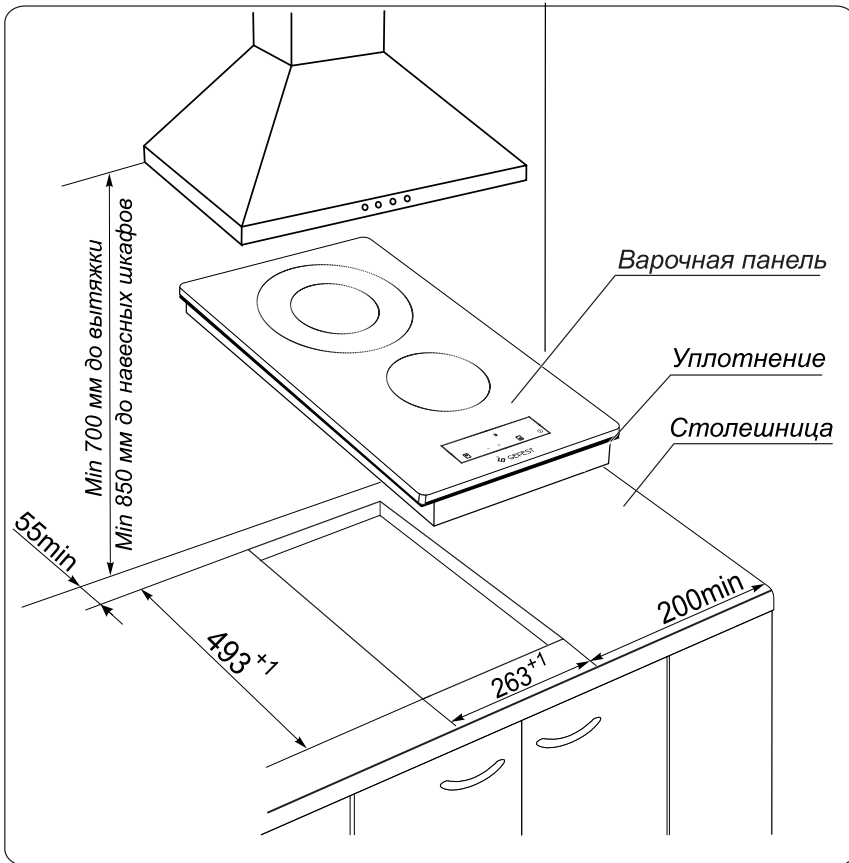

Рис. 5
1. Точно разметить на столешнице контур проема под варочную панель (рис. 5).